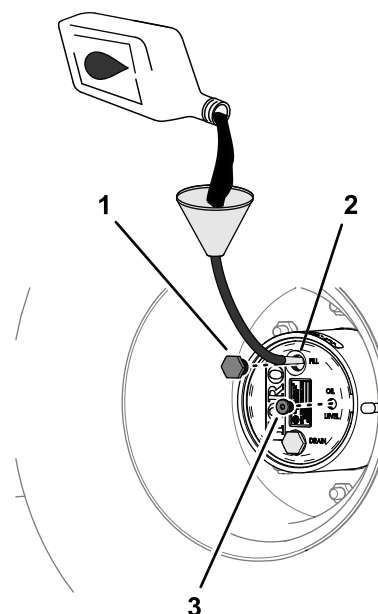

Рисунок 85
6. Поставьте пробку заливного отверстия и пробку контрольного отверстия на свои места (Рисунок 85).
- Через заливное отверстие медленно долейте трансмиссионное масло указанного типа; см. Рисунок 85 в разделе Проверка масла в планетарной передаче \(страница 75\).
- Установите на место пробку заливного отверстия и пробку контрольного отверстия, см. Рисунок 85 в разделе Проверка масла в планетарной передаче \(страница 75\).